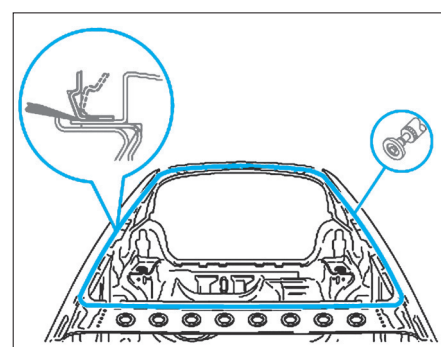

FIG. 31
- Poncer le cordon de soudure laser, replier vers le haut les pièces restantes à l'aide d'un burin et extraire ces dernières en faisant levier (Fig.31).